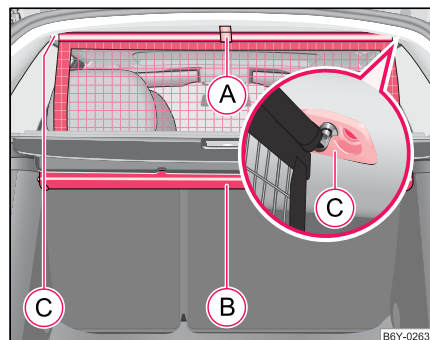

Fig. 57 Dérouler le filet de séparation
- Sortez le filet de séparation du boîtier (B) au niveau de la bride (A) pour le tirer en direction des supports (C) ⇒ page 75, fig. 57.
- Mettez la tige transversale dans un des supports (C) et poussez-la vers l'avant.
- De la même manière, fixez la tige transversale de l'autre côté du véhicule, appui (C).